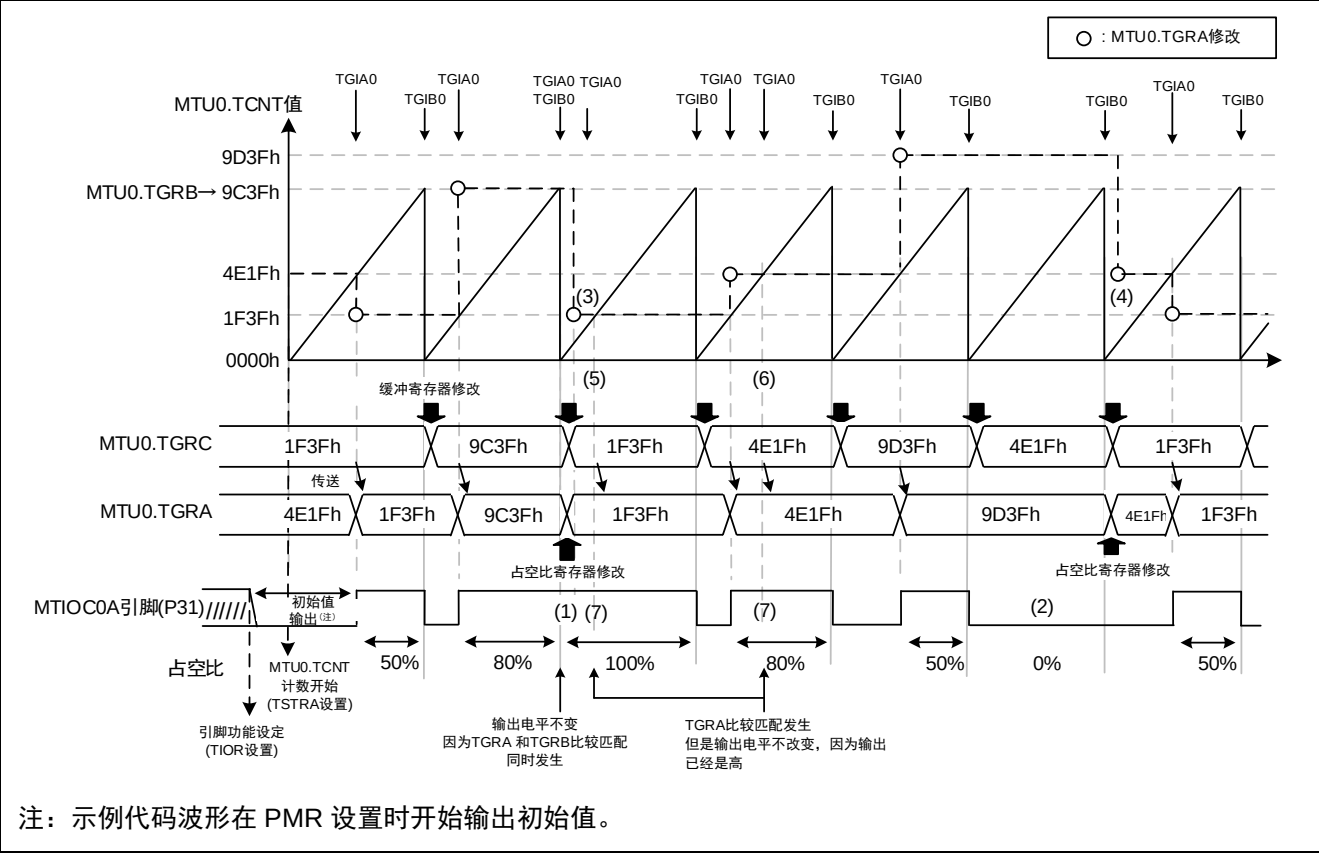

图 3.77 示例代码运行
- 关于占空比改变的时间的详细信息，请参考图 3.77
示例代码的运行如图 3.77 所示。基本操作是通过在周期寄存器 TGRB 的比较匹配中断 (TGIB0) 中修改缓冲寄存器 TGRC 的值, 并在 TGRA 比较匹配发生时将 TGRC 的值传送到占空比寄存器 TGRA, 从而改变每个周期的占空比的设置。
当 TGRA 的值与 TGRB 的值相同时, 两个比较匹配将同时发生。由于当两个比较匹配同时发生时输出不会改变, 因此保持高电平从而输出 100%占空比 (图 3.77 中 (1))。
当 TGRA 的值大于 TGRB 时, 保持低电平并输出 0%占空比, 因为没有发生 TGRA 比较匹配 (图 3.77 中 (2))。
当输出 100%占空比时, TGRA 和 TGRB 比较匹配将同时发生。因此, 没有修改 TGRC 到一个新的值的时机。当从占空比 100%切换到 0%时, TGRA 寄存器的值在 TGIB0 发生时直接修改 (图 3.77 中 (3))。
当输出 0%占空比时, 因为 TGRA 大于 TGRB, 不会发生 TGRA 比较匹配。因此, 没有将 TGRC 的值传送到 TGRA 的时机。当从占空比 0%切换到 50%时, TGRC 和 TGRA 寄存器的值在 TGIB0 发生时直接修改 (图 3.77 中 (4))。
当从占空比 100%切换到 80%时, 将发生两次比较匹配, 包括与 TGRB 比较匹配同时发生的 TGRA 比较匹配 (图 3.77 中 (5))。
这将导致在一个周期内发生两次 TGRA 比较匹配 (图 3.77 中 (6))。
因为第二次 TGRA 比较匹配发生在高输出期间, 所以波形不会改变。(图 3.77 中 (7))。